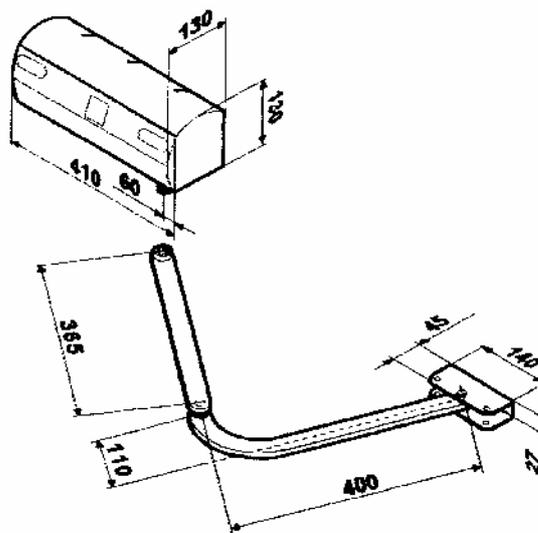

Рис. 1 Основные габаритные и установочные размеры приводов.
- Соберите рычажные передачи как показано на рис. 1, длинный изогнутый рычаг закрепите в передний кронштейн в среднее отверстие;